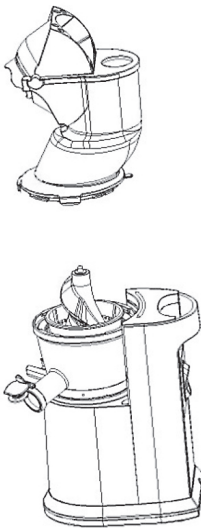

Fig. 4
a. Assurez-vous que le triangle sur le distributeur est en ligne avec le symbole d'un cadenas ouvert sur le bol (Figure 4)